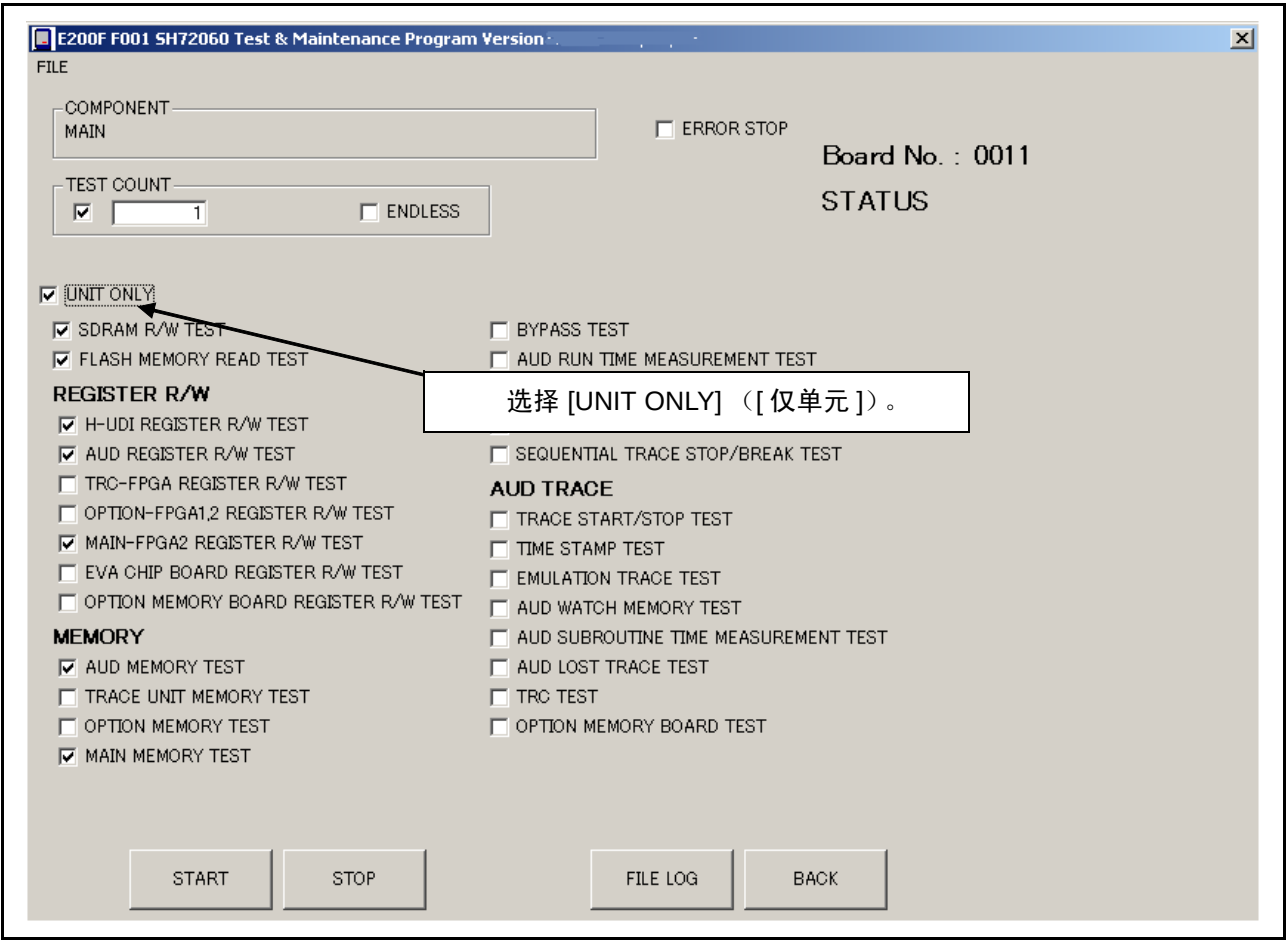

图 3.7 选择测试的屏幕
9. 仿真器进入 USER TEST MODE（用户测试模式）时，会显示如图 3.7 所示的屏幕。